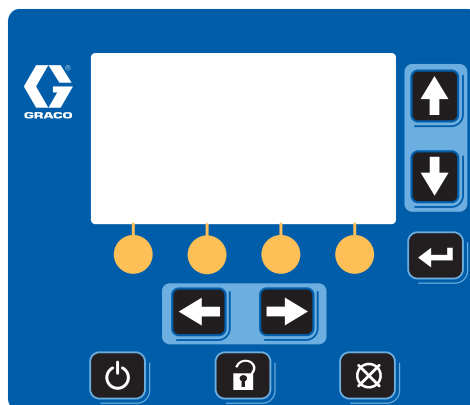

FIG. 8: Módulo de pantalla
- Módulo de pantalla (G). Solo montado en el elevador A. Presenta pantallas de estado del modo de funcionamiento, pantallas de configuración y teclas de control. Vea la FIG. 8, página 14.